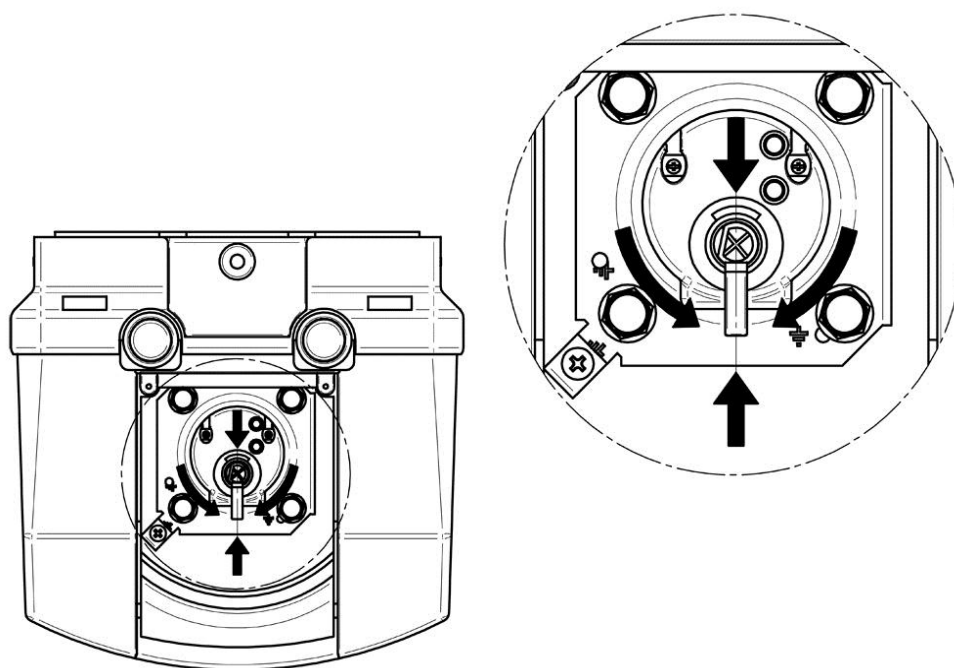

Fig. 16
- urmariti instructiunile pentru conectarea si montarea calotei cu selector extern (fig. 16,17 si 18);
- pentru modelele cu selector extern urmariti instructiunile de montare specifice (Fig.16,17,18)